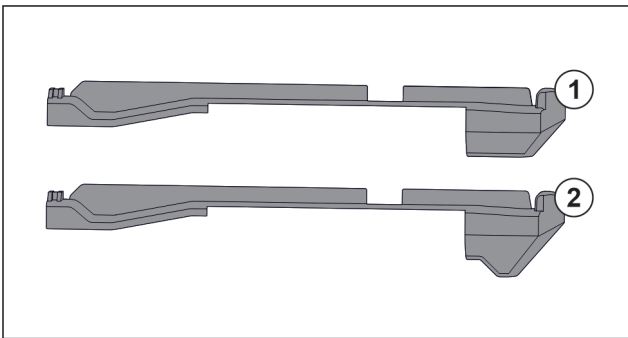

Fig. 74 Comparación de las piezas de acoplamiento
En el aparato hay dos piezas de acoplamiento distintas. La pieza de acoplamiento situada por encima del cajón inferior Fig. 74 (2) tiene un borde triangular. Todas las demás piezas de acoplamiento Fig. 74 (1) tienen un borde recto.
- ▶ Coloque la pieza de acoplamiento Fig. 74 (2) con borde triangular sobre el cajón inferior.
- ▶ Coloque las piezas de acoplamiento Fig. 74 (1) con borde recto en todas las demás posiciones.